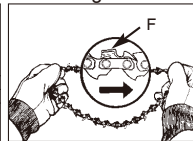

Fig. 3D
7. Spre kjeden ut langs kutttekantene (F) på kjeden mot ROTERINGSRETNINGEN (Fig. 3D).